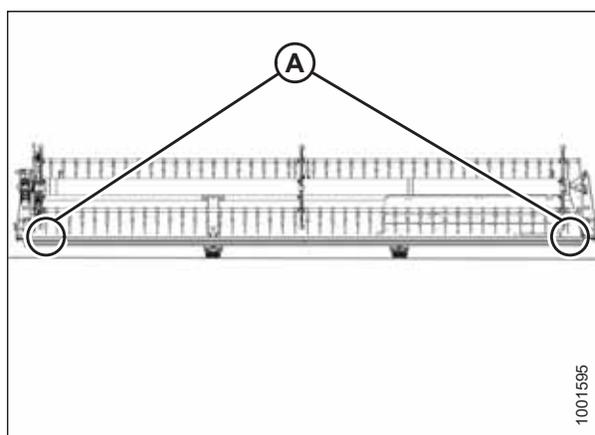

Figure 6.38: Emplacements de mesure
- Plateformes à rabatteur simple : Figure 6.38, page 282